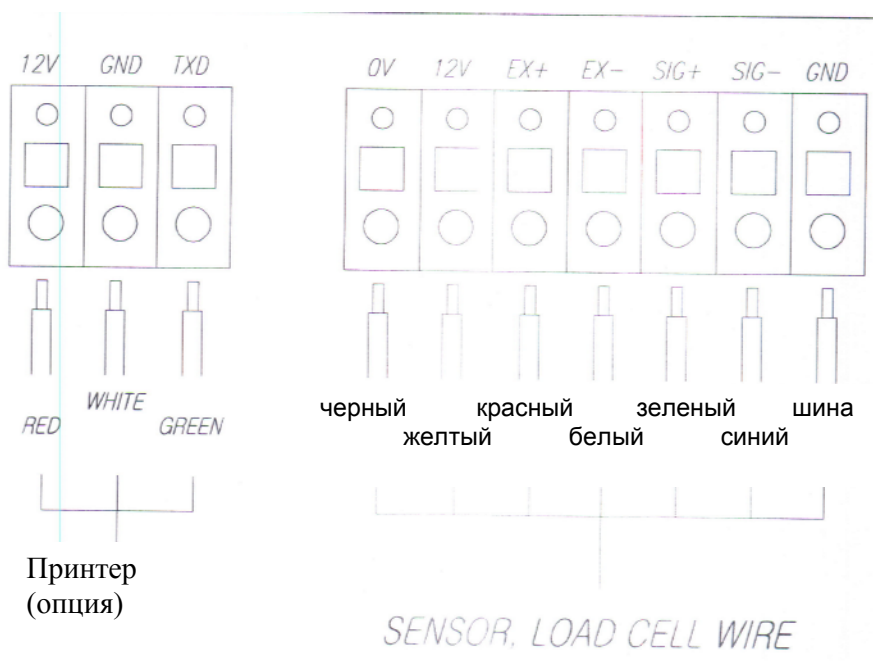

Рис.7
- 13 Подключите кабель исходящий из датчика положения стрелы к клемме «sensor, Load cell wire» так , как это показано на рис.7 .